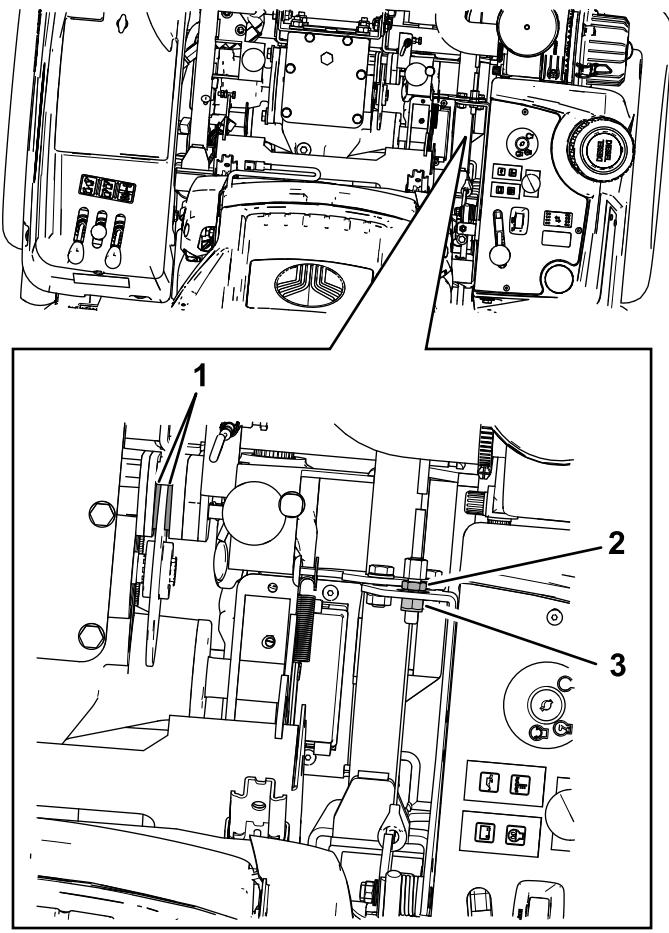

Figura 75
5. Verifique a folga entre o disco e as pastilhas dos travões (Figura 75). Certifique-se de que a folga é de 0,4 a 0,6 mm.
6. Se for necessário um ajuste, desaperte as porcas de retenção frontal e traseira do cabo do travão (Figura 75).